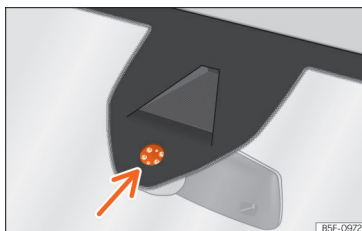

Fig. 103 Superfície sensível do sensor de chuva.
As possíveis causas de anomalias e interpretações errôneas na zona da superfície sensível » » » **Fig. 103** do sensor de chuva são, entre outras:
- Limpe regularmente a superfície sensível do sensor de chuva e verifique possíveis danos nas escovas » » » **Fig. 103** (seta).